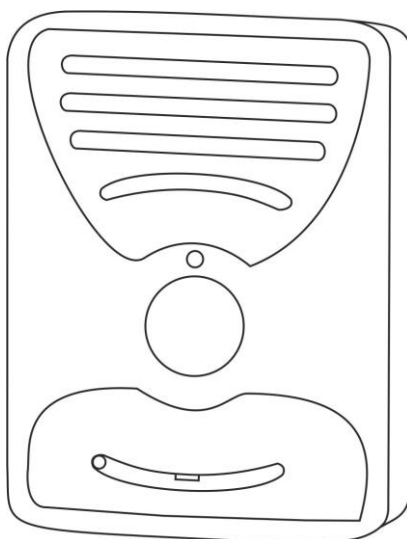

Рисунок 5.5. Абонентское устройство громкой связи GC-2001P4
2. Абонентское устройство громкой связи GC-2001P4 (рис.5.5).